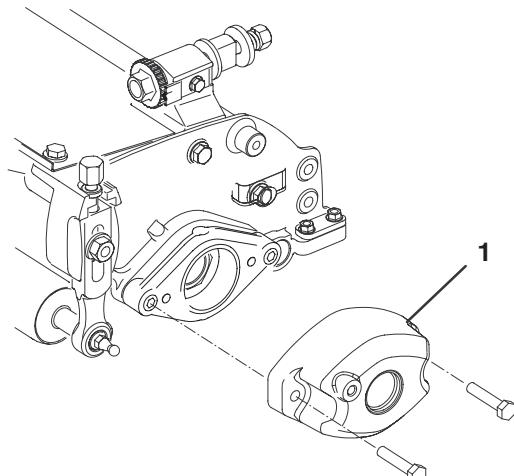

Figure 13
A. Retirez les 2 vis à tête qui fixent le contrepoids à l'extrémité gauche du plateau de coupe. Déposez le contrepoids (Fig. 13).